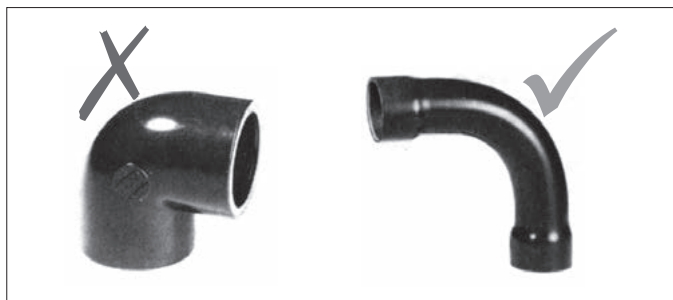

Fig.9 Impiegare curve ad ampio raggio
- Nei limiti del possibile, evitare raccordi a 90° perché producono una notevole perdita di pressione riducendo inutilmente la portata dell'acqua fredda. È meglio posare la condotta in forma arcuata, senza piegature. V. Fig.9